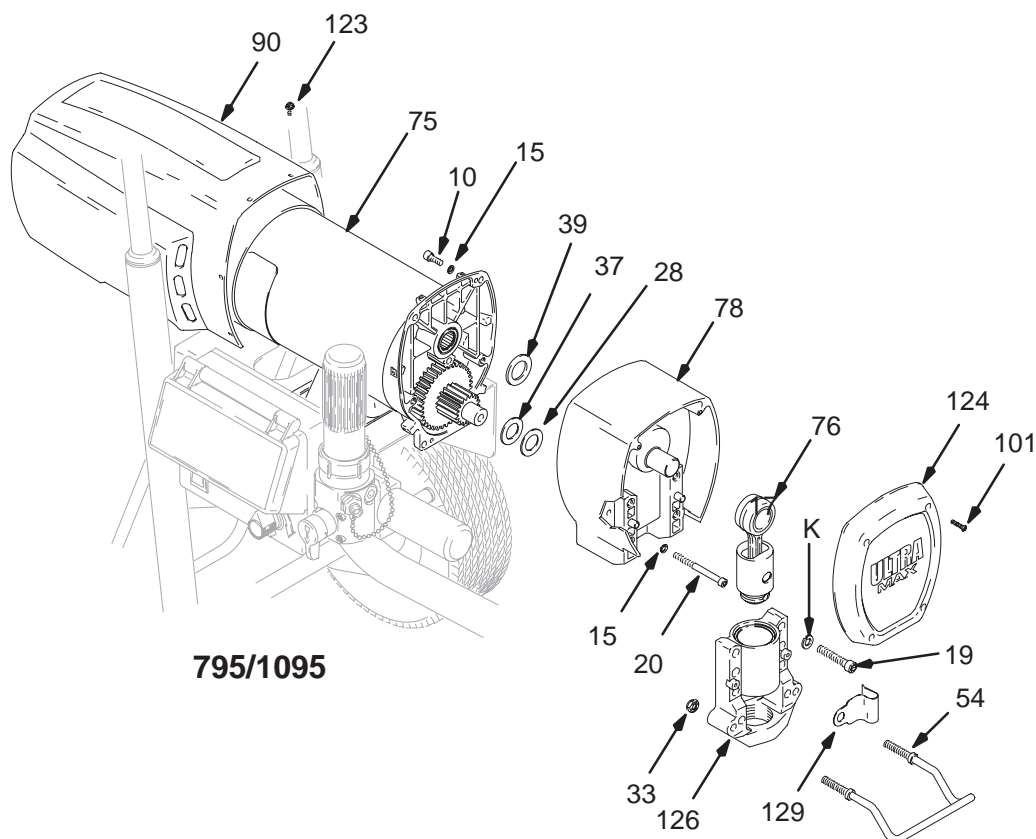

Fig. 15
2. Démontez la pompe (79); **Changement de bas de pompe**, page 23.
3. Fig. 15. Enlever les quatre vis (39) et le capotage (90).
4. Retirer les quatre vis (104) et les rondelles (17).
5. Enlever les quatre vis (40) et le capot avant (100).
6. Enlever les deux écrous (33), le porte-seau (54) et le clip (95).
7. Enlever les deux vis (105) et les rondelles (17).
8. Extraire le carter d'entraînement (78) du moteur (75).
9. Faire coulisser la bielle (76) hors du carter d'entraînement.
1. Faire coulisser la bielle (76) dans le carter d'entraînement.
2. Pousser le carter (78) sur le moteur (75).
3. Mettre les rondelles (17) et les deux vis (105).
4. Remonter le clip (95), le porte-seau (54) et les deux écrous (33).
5. Remettre le capot avant (100) et les quatre vis (40) en place.
6. Remettre les rondelles (17) et les quatre vis (104) en place.
7. Fig. 15. Fixer le capotage (90) avec les quatre vis (39).
8. Monter la pompe (79); **Changement de bas de pompe**, page 23.
3. Fig. 15. Enlever les quatre vis (123) et le capotage (90).
4. Retirer les quatre vis (10) et les rondelles (15).
5. Retirer les quatre vis (101) et le capot avant (104).
6. Enlever les deux écrous (33), le porte-seau (54) et le clip (129).
7. Enlever les deux vis (19), les rondelles (17) et le corps de palier (126) du carter d'entraînement (78).
8. Enlever les deux vis (20) et rondelles (15) et extraire le carter d'entraînement (78) du moteur électrique (75).
9. Faire coulisser la bielle (76) hors du corps de palier.
1. Faire coulisser la bielle (76) dans le corps de palier.
2. Pousser le carter d'entraînement (78) sur le moteur (75) et fixer avec les vis (20) et les rondelles (15).
3. Monter le corps de palier (126) sur le carter d'entraînement (78) à l'aide des quatre vis (19) et rondelles (17).
4. Remonter le clip (129), le porte-seau (54) et les deux écrous (33).
5. Remettre le capot avant (124) et les quatre vis (101) en place.
6. Remettre les rondelles (10) et les quatre vis (15) en place.
7. Fig. 15. Fixer le capotage (90) avec les quatre vis (123).